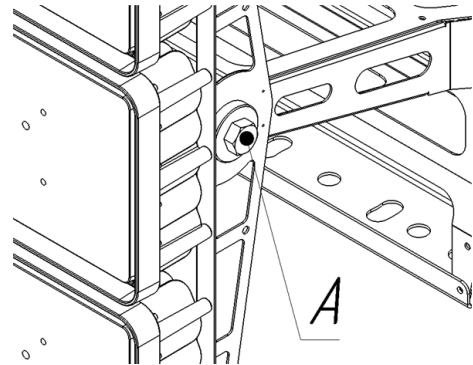

Рис.4
- ослабить контргайку с последующим ослаблением крепежной гайки M20 и болта M20 с двух сторон (рис.4, поз.А)